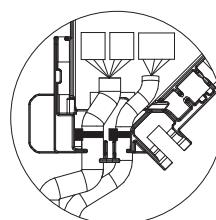

Fig. 10-15
- Veillez à ce que le ruban qui maintient les fils de jonction du capteur i-See et du récepteur de signal soit bien positionné à l'intérieur de la boîte de raccordement. (Fig. 10-15)